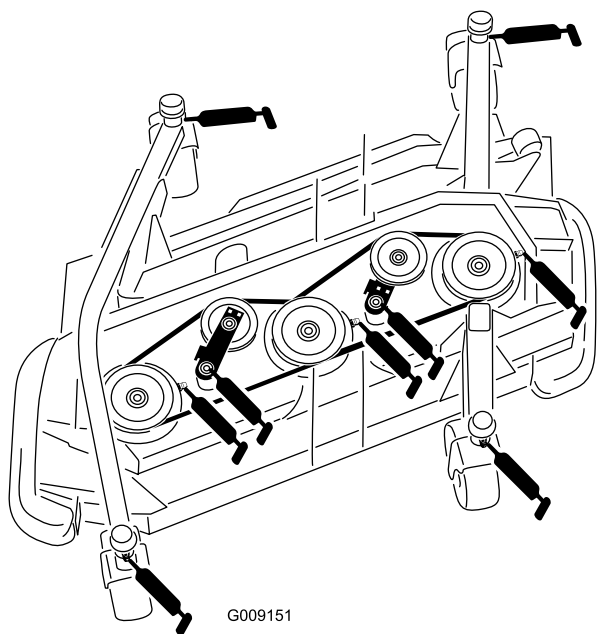

Figure 52
- Bague d'axe de fourche de roue pivotante (4) (Figure 52)
- Paliers d'axes de pivot (3 sur chaque) (sur la poulie d'axe) (Figure 52)
- Bagues de pivot de bras de poulie de tension (2) (sur l'axe de pivot de poulie de tension) (Figure 52)